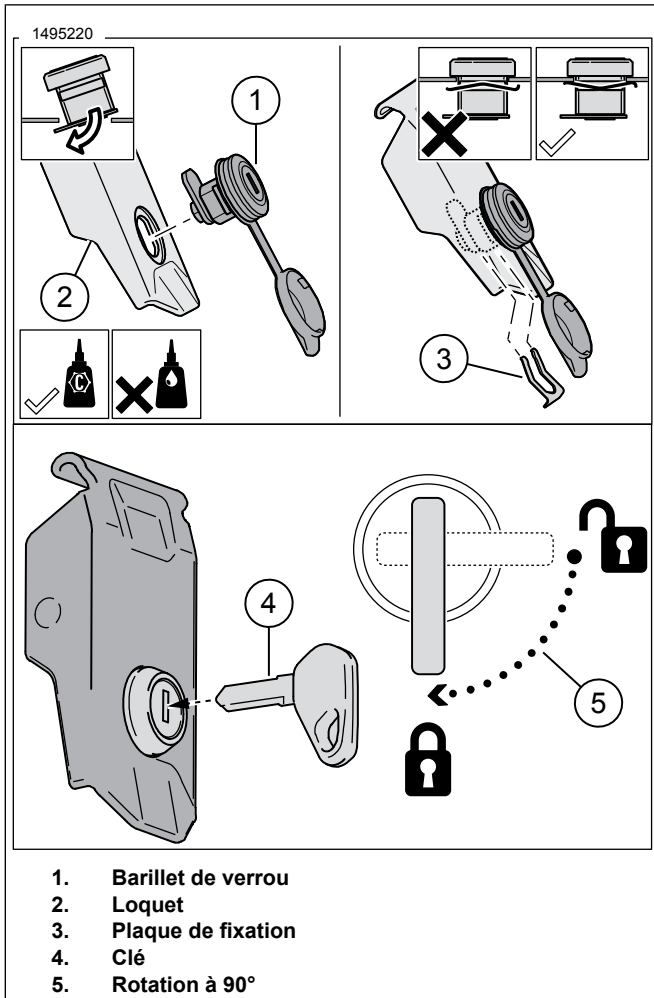

Figure 3. Insertion du cylindre de serrure
- Figure 3 Assurez-vous que la languette de cylindre de serrure pointe vers le loquet.
1. Figure 3 Insérer les cylindres de serrure (1) dans les loquets (2).
2. Fixer les cylindres de serrure avec les plaques de fixation (3).
3. Insérer les clés (4) dans les cylindres de serrure.